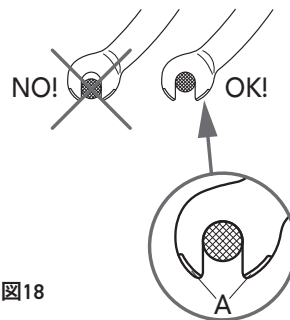

図18
- ・ ホイールをフレームのエンドにセットし、しっかりと差し込みます (図18)。
お使いのフォークに脱落防止の爪 (A-図18) がついている場合は、どのようなことがあっても改変したり、不適切な加工をしないでください。脱落防止の爪は、ロック・リングが緩んでもホイールが外れないように設計されています。